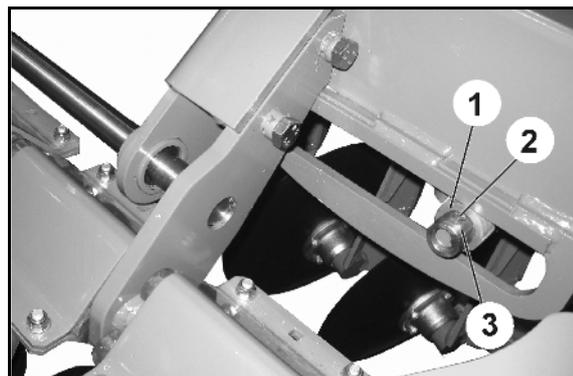

Fig. 55
Zum Austausch der Rolle (Fig. 55/1) die ausgeklappte Maschine so abstellen, dass die Rolle spannungsfrei ist.
1. Verschraubung (Fig. 55/2) lösen.
2. Hülse (Fig. 55/3) abziehen.